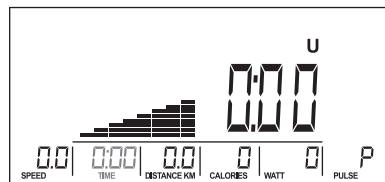

Abb. 23
3. Stellen Sie mit dem Datenrad den Wert TIME ein (Abb. 23).